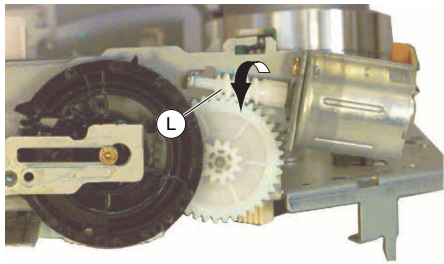

Fig. 5
- Schneckenrad (L) des Lademotors so lange in Pfeilrichtung (Fig. 5) drehen bis der Cassetten-Lift in Laufwerkstellung Eject (Endanschlag) ist.
- Turn the worm wheel (L) of the loading motor in direction of the arrow (Fig. 5) until the cassette lift is in the Eject position (end stop).